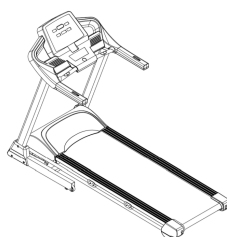

Figura 3.5: Boceto de cinta de correr
- **Cinta de correr (Figura 3.5):** Al realizar la limpieza de la cinta debemos evitar productos abrasivos y disolventes. Además, debemos comprobar que las diferentes piezas se encuentren correctamente apretadas. Debemos recentrar la cinta y tensarla con determinada frecuencia.